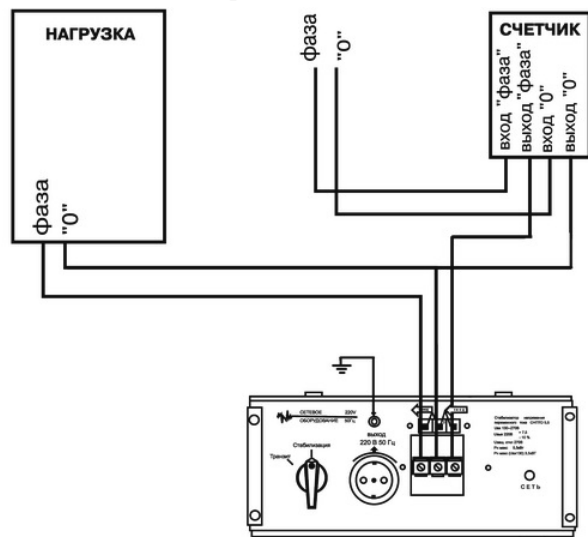

Рис.5. Схема подключения стабилизатора
- 3.Подключите к клеммнику провода силового ввода и вывода в соответствии с надписями на клеммнике (Рис.5). При подключении необходимо обеспечить надежный контакт проводов с зажимами клеммника, а также проверить изоляцию проводов друг от друга. Сечение проводов должно соответствовать токовой нагрузке.